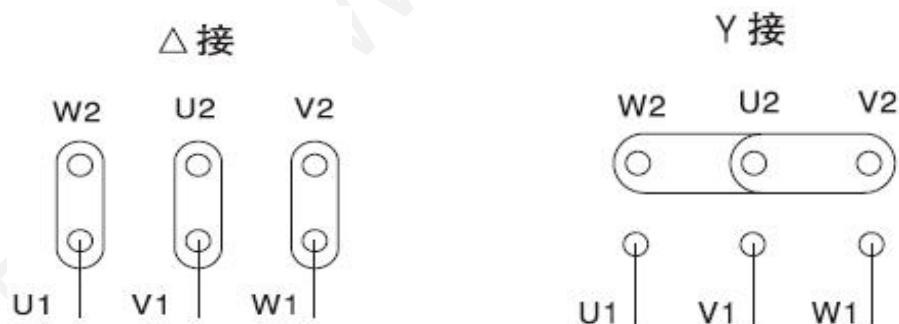

图 6
7.3.3 六端子接线盒通过连接片改变接法，可适应两种不同电压需要（见图 6），有两个进线口可引入二根多芯电缆的接线盒，当引入一根多芯电缆只使用一个进线口时，另一个进线口的堵棒不得拿掉，否则将失去防爆性能。